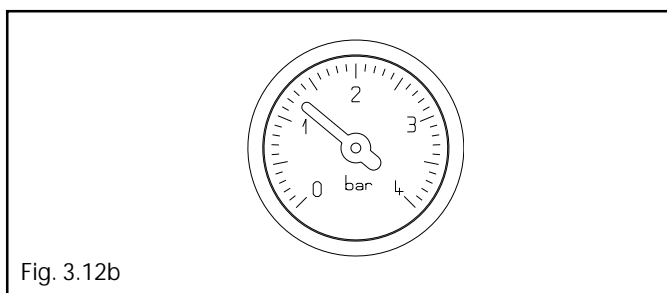

Fig. 3.12b
- aprire di due o tre giri il tappo della valvola inferiore di sfogo aria automatica (A)
- accertarsi che il rubinetto entrata acqua fredda (B) sia aperto
- aprire il rubinetto di riempimento (C) fino a che la pressione indicata sull'idrometro sia compresa tra **1 bar e 1,5 bar** (fig. 3.12b)